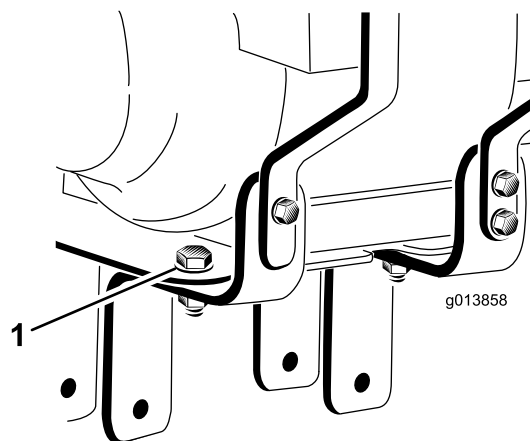

Figura 3
16. Afloje pero no retire los 2 pernos y tuercas que sujetan los soportes de montaje del motor a la placa de montaje del motor (Figura 3).